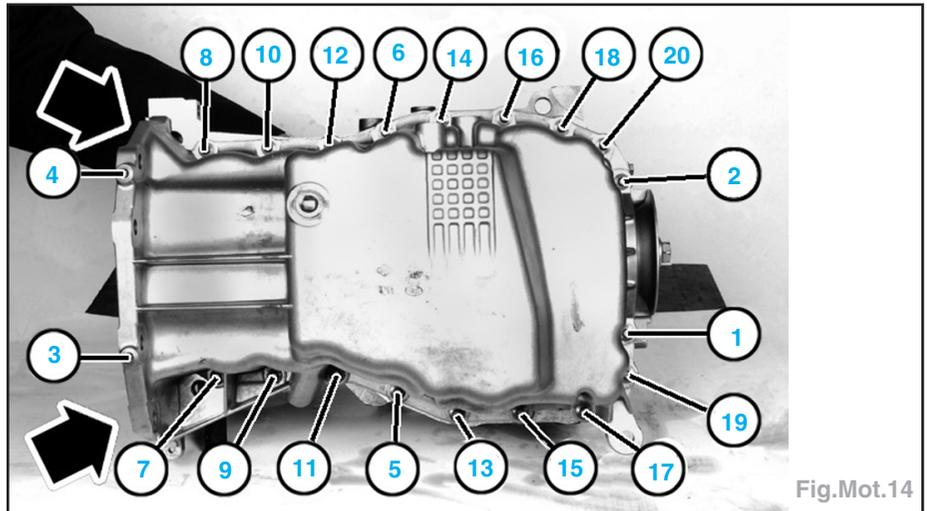

Fig.Mot.14
- Reposer le carter inférieur avec un joint neuf, puis avant de serrer (Fig.Mot.14) ses vis de fixation dans l'ordre prescrit, veiller à aligner son plan de joint, à l'aide d'une règle, avec celui du bloc-cylindres, côté volant moteur.
- Presserrer à **0,8 daN.m** puis serrer à **1,5 daN.m** dans l'ordre les vis de (1) à (8).
- Presserrer à **0,8 daN.m** puis serrer à **1,5 daN.m** dans l'ordre les vis de (9) à (20) et (1) et (2) (les flèches indiquent le plan de joint du carter inférieur à aligner avec celui du bloc-cylindres).